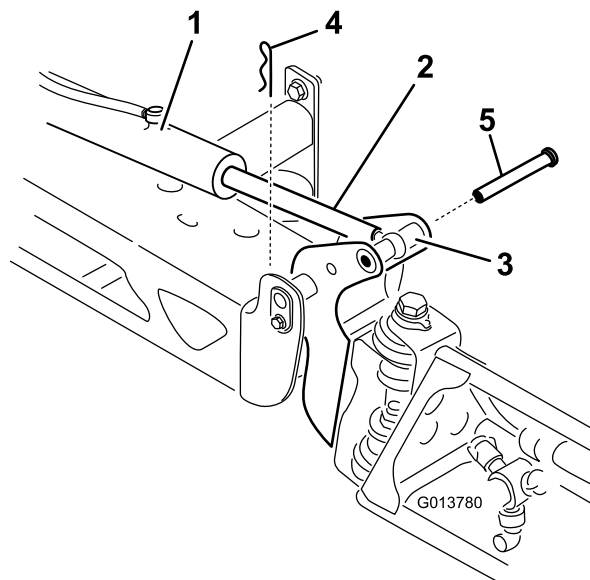

图 99
2. 从枢轴销图 99上拆下开口销。
3. 向上提起喷洒臂拆下柱销图 99然后将喷洒臂慢慢放到地面上。
9. 支撑住喷洒臂将柱销插入喷洒臂枢轴和提升器杆 图 99。